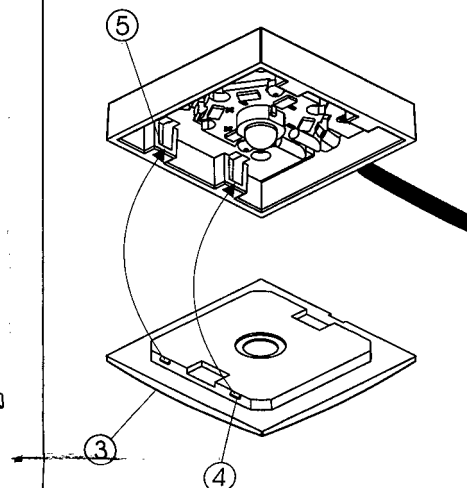

Fig. 3
- Fissare lo schermo (3) al supporto facendo attenzione che i ganci (4) si incastrino nelle apposite sedi (5) del supporto (fig. 3).
- Den Schirm (3) an der Halterung befestigen, dabei darauf achten, daß die Haken (4) in den bestimmen Sitzen (5) der Halterung sich ineinanderfügen (Abb. 3).
- Fijar la pantalla (3) al soporte haciendo atención que los ganchos (4) se encajen en las adecuadas sedes (5) del soporte (fig. 3).